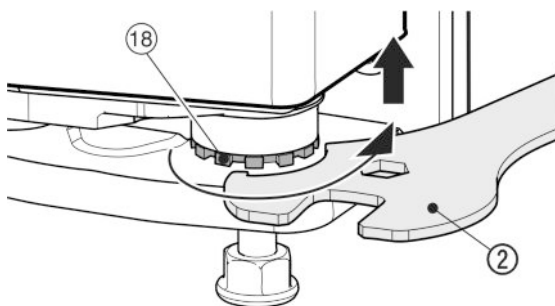

Fig. 18
- Døren løftes ved å skru lagerbolten Fig. 18 (18) ut mot høyre med vedlagte skrunøkkel Fig. 18 (2). Når enheten leveres, er lagerbolten helt innskrudd.